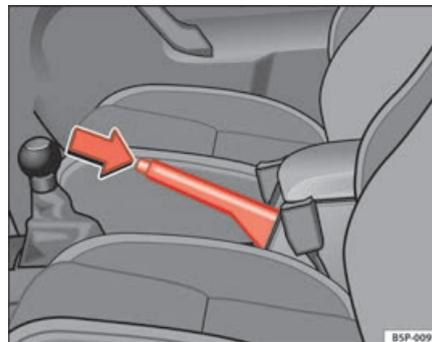

Fig. 105 Il freno a mano, ubicato tra i due sedili anteriori
- Tirare la leva del freno a mano verso l'alto ⇒ fig. 105.
- Tenendo premuto (nella direzione indicata dalla freccia ⇒ fig. 105) il tasto di sblocco, spostare prima la leva leggermente verso l'alto e poi abbassarla del tutto ⇒ .